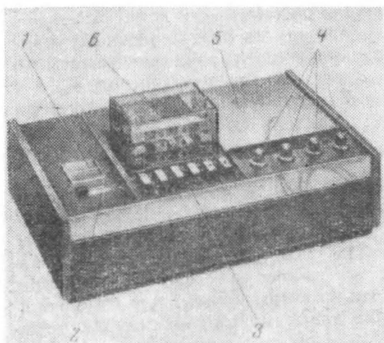

Рис. 46. Кассетный магнитофон-автомат «2401».
**Общие сведения.** Кассетный магнитофон-автомат «2401» фирмы «Филипс» (рис. 46) предназначен для записи как мо